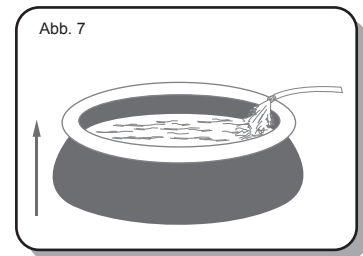

Abb. 8
5. Füllen Sie den Pool bis zu 80% mit Wasser, d.h. bis zur Unterkante des aufgelassenen Rings des Pools, so dass die Seiten glatt und fest sind. ÜBERFÜLLEN Sie den Pool nicht, das dies zu einem Reißen führen kann. Bei starken Regenfällen müssen Sie unter Umständen etwas Wasser entleeren, um den richtigen Füllstand zu gewährleisten. (Siehe Abb. 8)